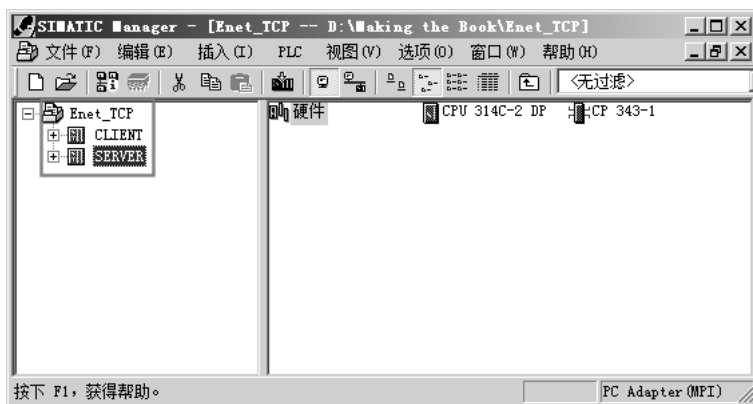

图 8-165 新建项目
1) 新建项目。新建项目，命名为“Enet_TCP”，再插入两个站分别是 CLIENT 和 SERVER，每个站点上，配置一台 CP343-1 以太网通信模块，如图 8-165 所示。